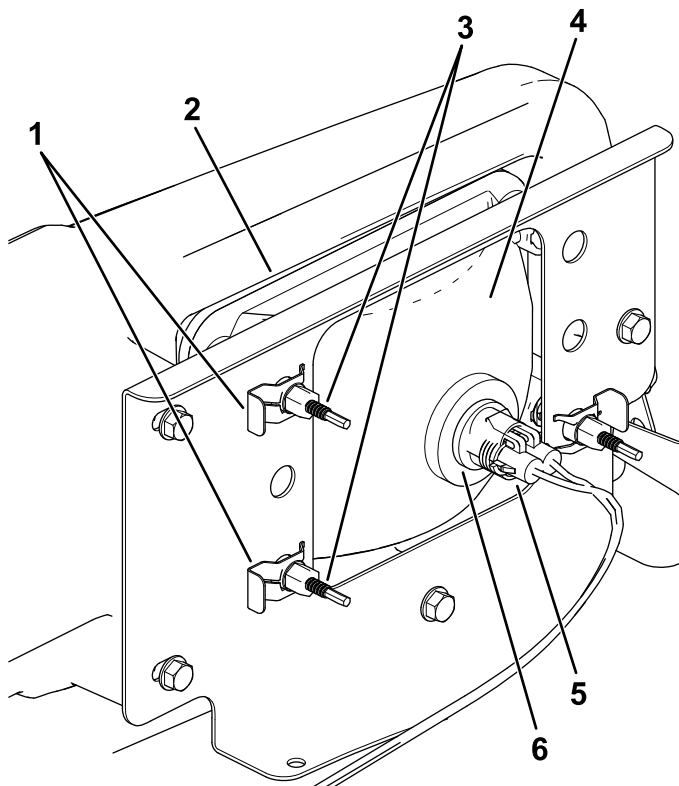

Bild 51
3. Schließen Sie den elektrischen Anschluss für den Kabelbaum vom Lampenanschluss ab (Bild 51).
4. Entfernen Sie die Schellen, mit denen der Scheinwerfer an der Scheinwerferhalterung befestigt ist (Bild 51).
5. Schieben Sie den Scheinwerfer nach vorne durch die Öffnung in der vorderen Stoßstange und entfernen Sie ihn (Bild 51).
6. Setzen Sie den neuen Scheinwerfer durch die Öffnung in der Stoßstange ein (Bild 51).
8. Schließen Sie den elektrischen Anschluss für den Kabelbaum am Lampenanschluss an (Bild 51).
5. Drehen Sie die Einstellschrauben an der Rückseite des Scheinwerfers (Bild 51), um den Scheinwerfer zu drehen und den Scheinwerferstrahl einzustellen.